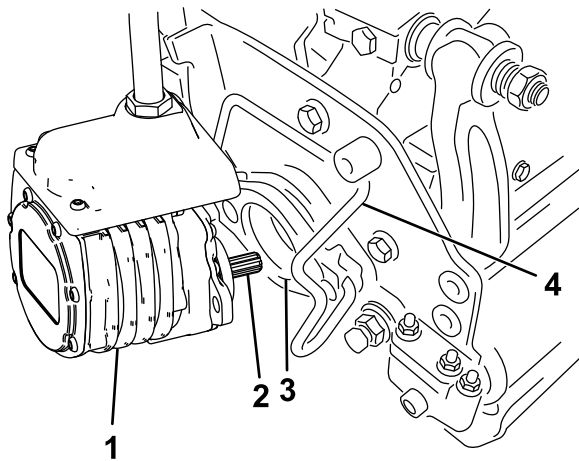

Bild 63
6. Schmieren Sie die Keilwelle des Schneideinheitmotors mit sauberem Fett ein (Bild 63).
7. Setzen Sie den Motor in die linke Seite der Schneideinheit (aus Sicht der Bedienerstellung) und ziehen die Motorbefestigungsstange an der Schneideinheit zum Motor, bis Sie einen deutlichen Klick von beiden Seiten des Motors hören (Bild 63).